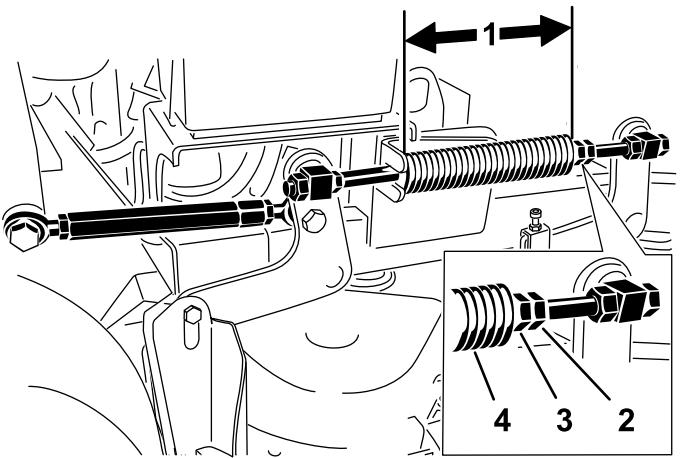

Figura 84
Nota: La longitud nominal es de 28,2 cm para carcassas de corte de 91 cm y de 25,7 cm para carcassas de corte de 102 cm (Figura 84).
3. Ajuste esta distancia aflojando la contratuerca elástica y girando la tuerca que está delante de cada muelle (Figura 84).
4. Fije la tuerca en la posición deseada apretando la contratuerca elástica (Figura 84).